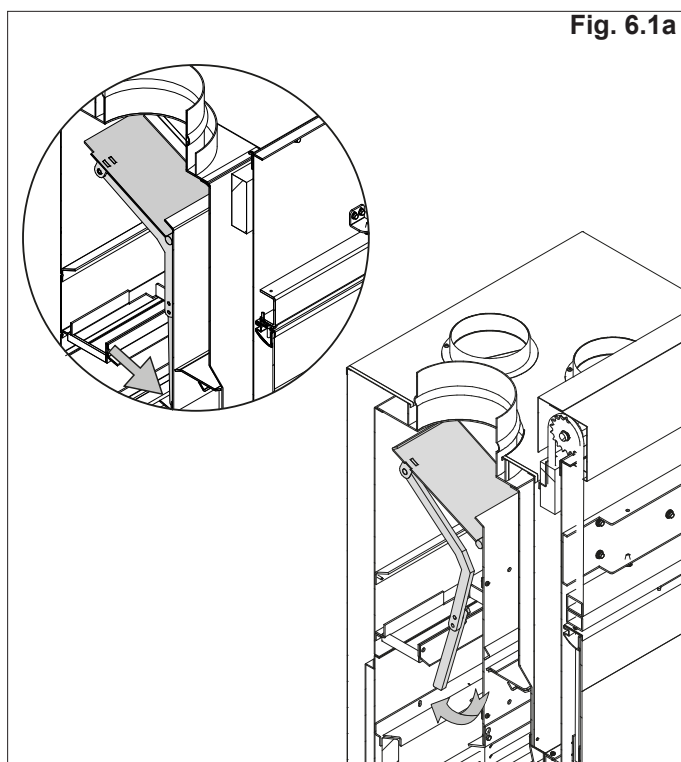

Fig. 6.1a
2. Assicurarsi che la valvola di ispezione canna fumaria sia in posizione chiusa con l'asta posizionata nella apposita mensola (**Fig. 6.1a**).